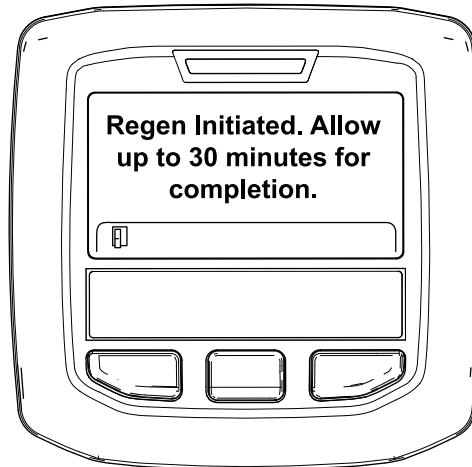

図 33
- 再生許可の場合には Regen Initiated 再生を開始しましたと表示。再生が終了するまで、最大 30 分間が必要。終了まで待つ図 33。